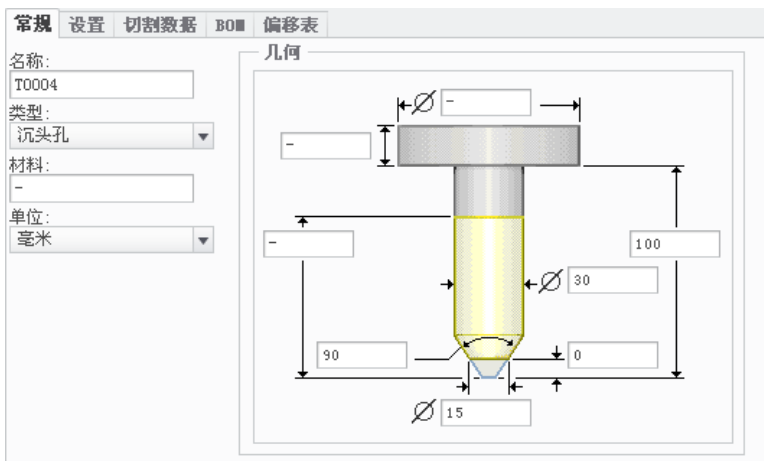

图 4.1.48 设定刀具一般参数
Step3. 在弹出的“刀具设定”对话框中单击  按钮，在 **常规** 选项卡中设置图 4.1.48 所示的刀具参数，设置完毕后依次单击 **应用** 和 **确定** 按钮，返回到“沉头孔加工”操控板。